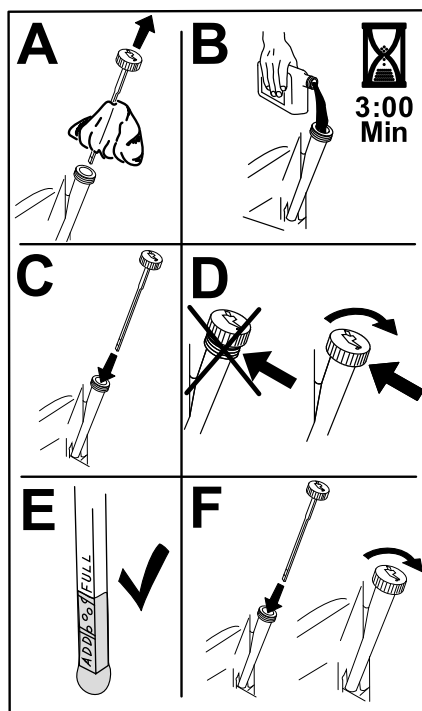

Рисунок 43
6. Медленно залейте приблизительно 80% масла указанного типа в заливную горловину и затем медленно добавляйте масло, чтобы довести его уровень до отметки «Полный» (Рисунок 43).